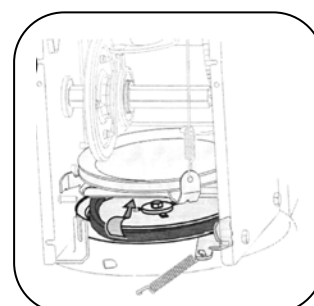

Рис.32
5. Снимите ремень со шкива шнека и наденьте ремень между опорным кронштейном и шкивом шнека. Установите новый ремень шнека, следуя инструкциям в обратном порядке. См. рис. 32.